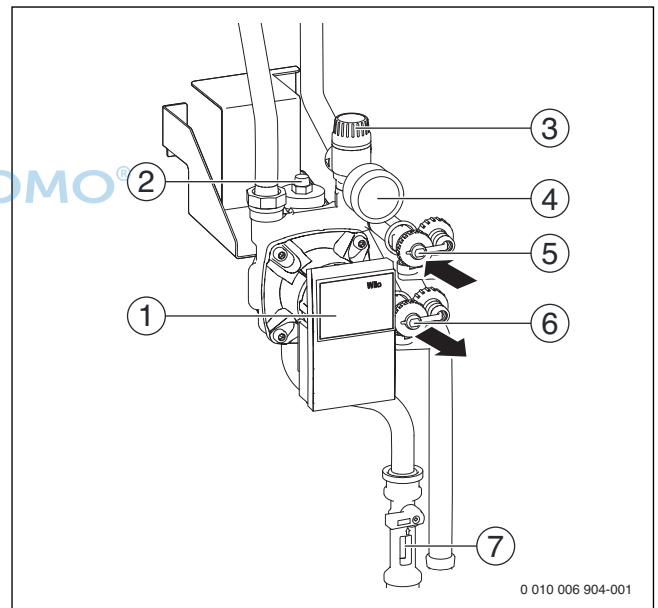

Bild 204 Übersicht Solargruppe
Befülleinrichtung an den Füll- und Entleerhahn der Solarpumpe (→ Bild 204) anschließen:
- Füll- und Entleerhähnen (→ Bild 204, [5] und [6]) öffnen.
- ▶ Während des Spülens den Füll- und Entleerhahn an der Saugseite (→ Bild 204, [6]) mehrmals kurzzeitig drosseln und anschließend schnell komplett öffnen. Dadurch können sich gestaute Luftblasen in der Rohrleitung lösen.